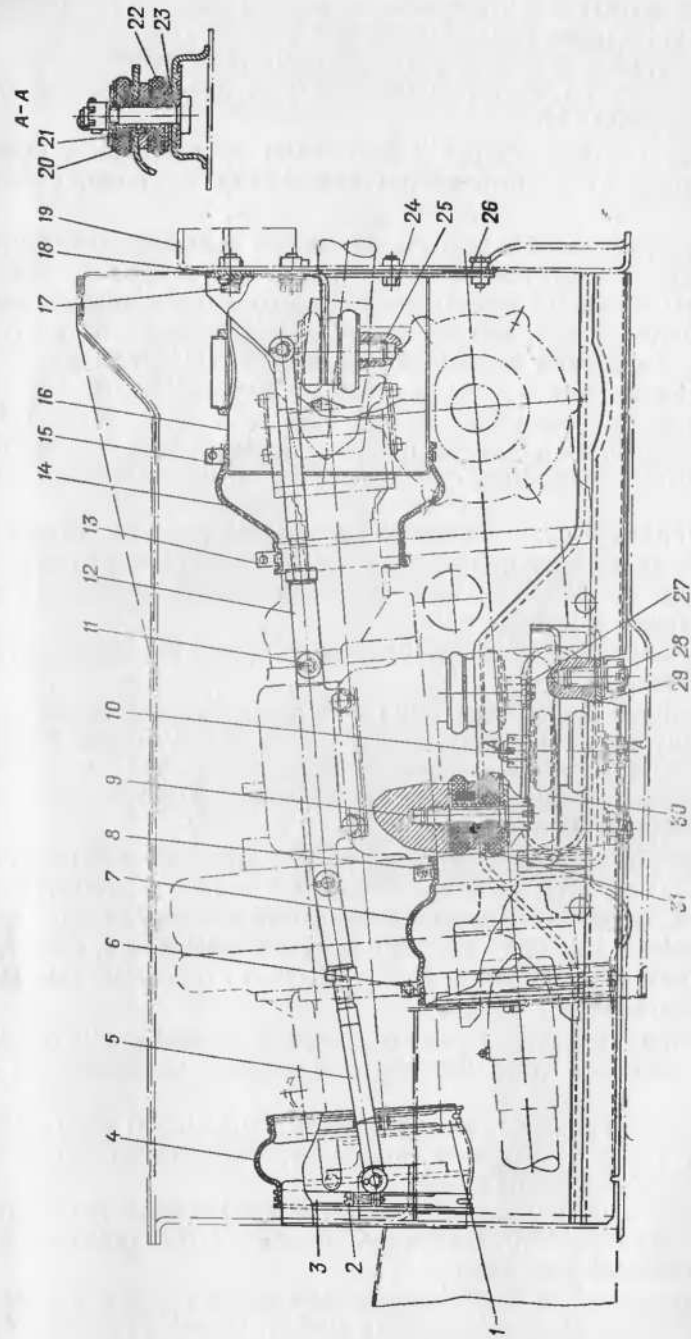

Рис. 21. Установка раздаточной коробки:
11. Расшплинтовать, вынуть пальцы 11 (рис. 21), отсоединить и снять растяжки 5 и 12.
14. Вывернуть винты 2 (рис. 21) стяжных хомутов 1, 3, 6, 8, 13 и 15 крепления уплотнителей 4, 7 и 14, снять стяжные хомуты и сдвинуть уплотнители в сторону.
19. Вывернуть болты 24 (рис. 21) крепления кольца 16 уплотнителя к поперечине 19, приподнять две трубки подвода жидкости к гидроподъемникам дополнительных колес и снять кольцо 16 уплотнителя.
24. Расшплинтовать, отвернуть гайки 28 (рис. 21) крепления кронштейна 29 к картеру раздаточной коробки и снять кронштейн.
1. Установить кронштейн 29 (рис. 21) на картер коробки отбора мощности и закрепить его гайками 28.
4. Установить болт 10 (рис. 21), на болт 10 и на шпильку 25 установить шайбы 23 и подушки 22 в сборе с втулками. На шпильки 9 и 27 установить шайбы 21 и подушки 20 в сборе с втулками.
6. Установить кронштейн 18 (рис. 21) и закрепить его болтами 17 с плоскими и пружинными шайбами на поперечине 19. Установить на шпильки 9 и 27 подушки 22 и шайбы 23, а на шпильку 25 и болт 10 подушки 20 и шайбы 21 и закрепить раздаточную коробку на шпильках гайками, гайки зашплинтовать шплинтами.